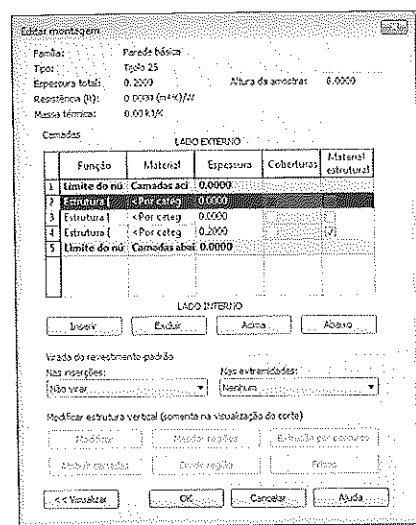

Figura A.26 – Criação da parede Tijolo 25.
- Vamos criar um estilo de parede para esse projeto na aba **Arquitetura**. Selecione **Arquitetura > Parede > Parede: Arquitetônica**, o tipo **Genérico 200 mm** e clique em **Editar tipo**. Em seguida, clique em **Duplicar** e dê o nome **Tijolo 25**. Na janela **Propriedades de tipo** clique em **Estrutura > Editar**, depois clique duas vezes em **Inserir** para incluir duas camadas na parede, como mostra a Figura A.26.